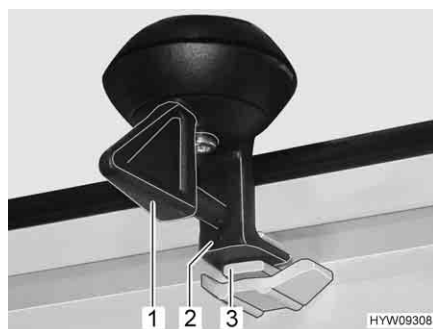

Fig. 74 Bloccaggio (posizione di ricircolo d'aria)
- Ruotare la leva (Fig. 74,1) di un quarto di giro. Il bloccaggio (Fig. 74,2) deve entrare nella rientranza superiore (Fig. 74,3).